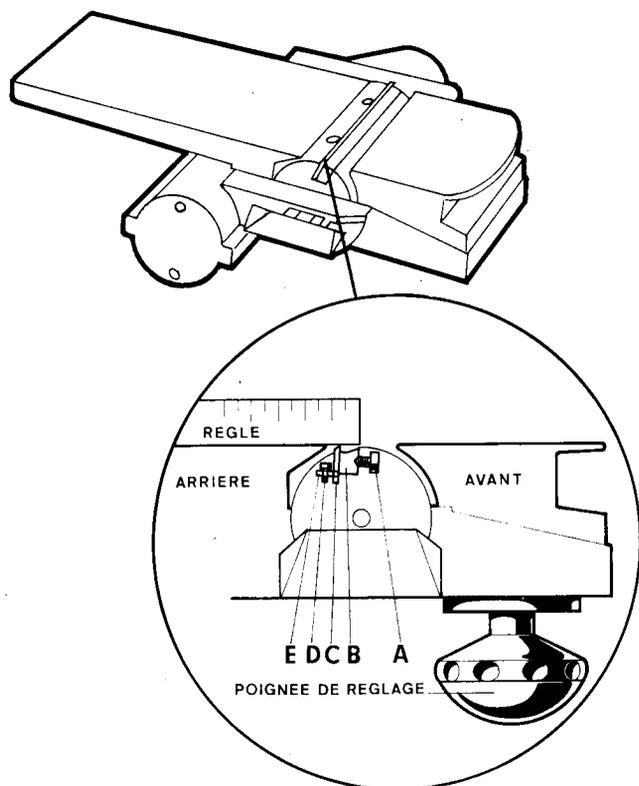

Fig. 1
- 1° Desserrer et retirer les 2 vis (A), fig. 1.
2° Placer une règle sur l'arrière de la semelle (fig. 1), c'est-à-dire à l'opposé de la poignée de réglage.
4° Bloquer les 2 vis (A) (fig. 1).